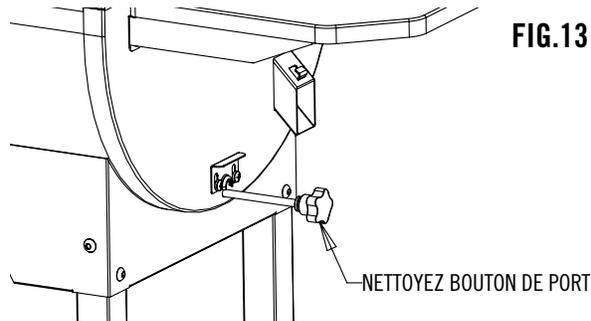

FIG.13
2. Soulever le système de blocage de la tige et tirer le bouton de la tige de nettoyage pour vider les cendres dans le récipient prévu à cet effet. Voir la Fig 13.